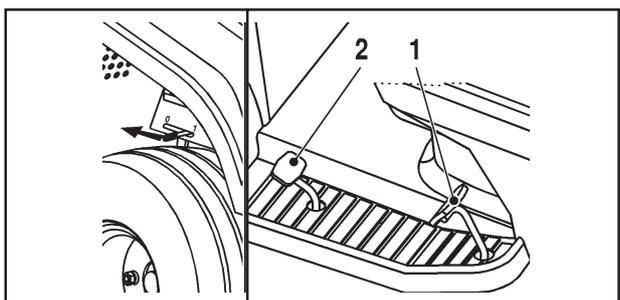

Fig. 15
El tractor viene equipado con transmisión hidrostática. Esto significa que la velocidad de avance y retroceso pueden lograrse mediante el uso de pedales (Fig. 15).
## MARCHA ATRÁS (FIG. 15)
Presione lentamente el pedal de marcha atrás (Fig. 15, pos. 2).